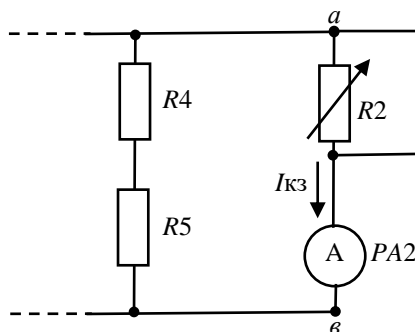

Рис.7
11. Проведите опыт короткого замыкания, соединив проводником выводы резистора $R2$ (рис.7). Включите электропитание. Выполните измерения тока короткого замыкания $I_{кз}$, результаты занесите в табл.6. Выключите электропитание. Уберите проводник, соединяющий выводы резистора $R2$.